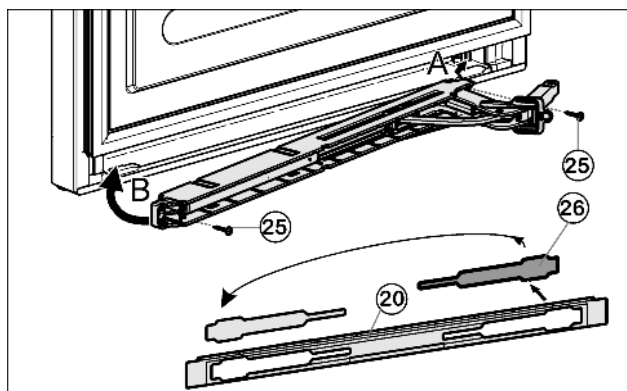

Fig. 15
- ▶ Освободите крышку *Fig. 15 (26)* из накладки *Fig. 15 (20)* и снова установите её на другой стороне.
- ▶ Прикрутите (2 шт. Torx® 15) *Fig. 15 (25)* узел амортизатора закрывания дверцы.